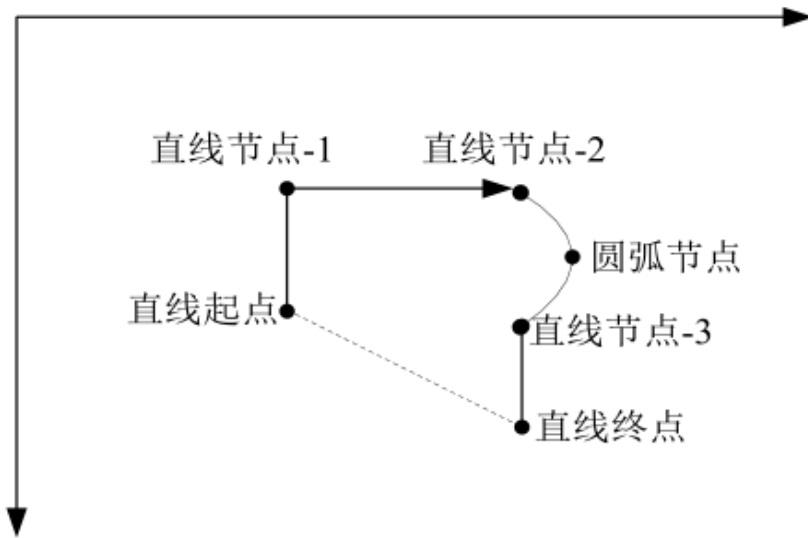

图 11.4.2 编程元素 多段线
多段线是由一系列连续的直线与圆弧构成。包括的示教点有：直线起点，直线节点，圆弧节点及直线终点。图 11.4.2 所示的图形示教步骤如下：
- 7) 重复直线节点的示教的步骤，可以完成【直线节点-3】以及【直线终点】的示教。这样就完成了图 11.4.2 所示图形的示教。